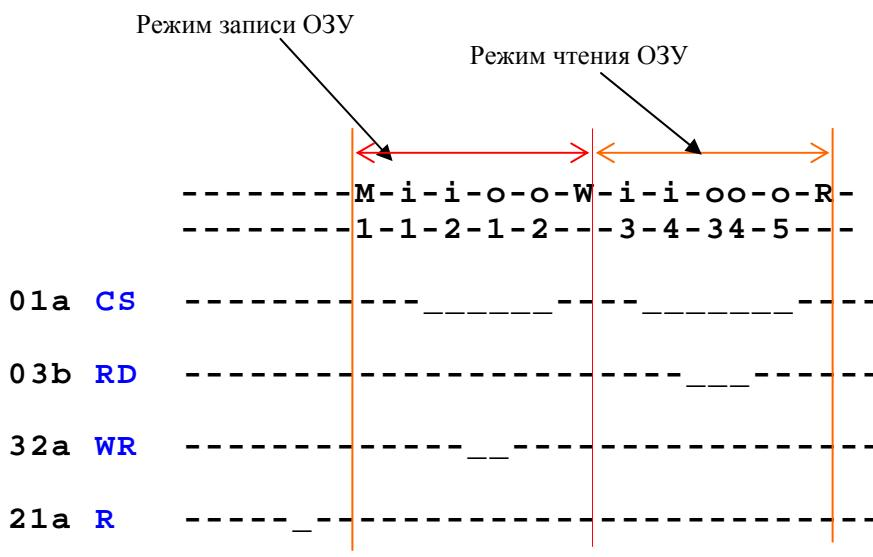

Рис. 8
Временная диаграмма М-функции представлена на рис. 8.
- слово задания адреса задается на временной диаграмме входным словом ‘**i**’ (*i*1 и *i*3 на рис. 8).
- слово задания данных в режиме записи задается входным словом ‘**i**’, а в режиме чтения выходным словом ‘**o**’ (*i*2 и *o*4 на рис. 8).
В состав временной диаграмме М-функции кроме входных и выходных слов, описанных в параметрах, могут быть включены другие необходимые слова и G-циклы. Например, на временной диаграмме (см.рис. 8) выходные слова *o*1, *o*2 и *o*3, *o*5 контролируют готовность модуля ОЗУ для проведения операций записи и чтения.